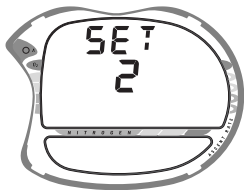

Fig. 17 - Set Modus 2
- nach 4 Sekunden erscheint **SET: 2** (Fig. 17)